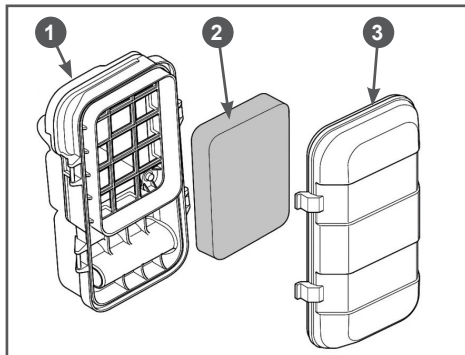

Рис. 16 Обслуживание воздушного фильтра
1. Нажмите на фиксаторы и снимите крышку 3 корпуса воздушного фильтра (Рис. 16).
2. Извлеките фильтрующий элемент 2 (Рис. 16).
6. Произведите очистку крышки 3 и корпуса 1 воздушного фильтра от грязи и пыли (Рис. 16).